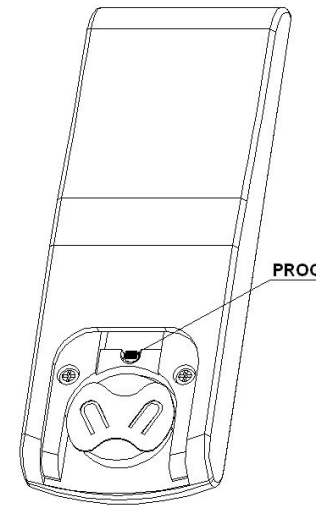

Fig.2
- Pulsar la tecla **PROG** del mando y no soltarla hasta que el motorreductor indique, con dos breves (Fig.2); movimientos de subida y bajada del toldo/persiana, que ha entrado en fase de programación.